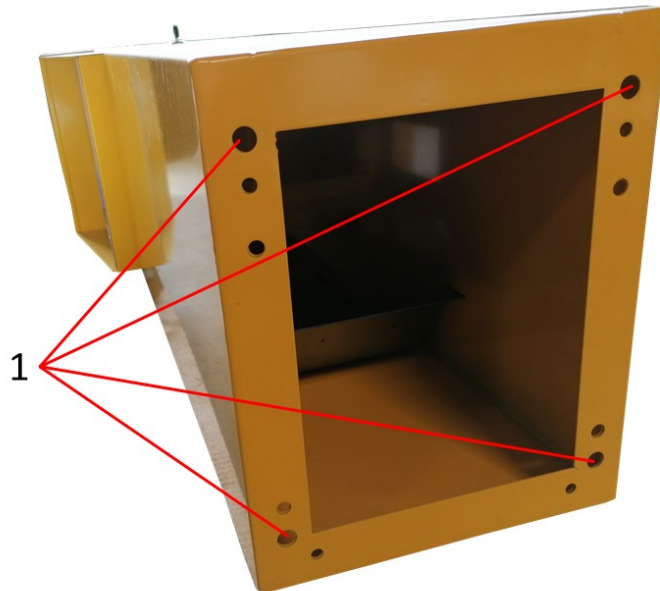

Abb. 22: Fußplatte Terminalgehäuse mit Befestigungsbohrungen (1)
1. Bohrungsmaße der Fußplatte (Abb. 22) auf das Fundament übertragen.